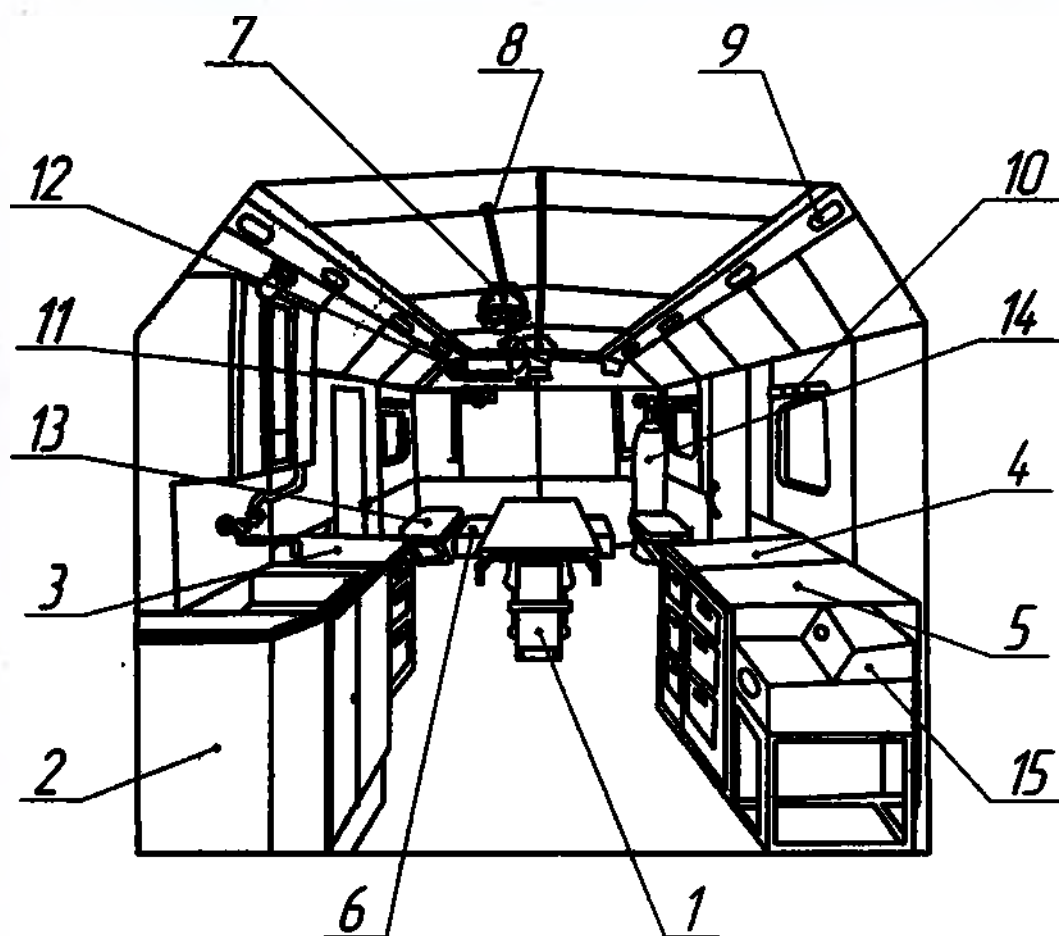

Рисунок 2 - Размещение оборудование внутри кузова-фургона
4.2 Перевязочная размещается в кузове-фургоне К4310 (Техническое описание и инструкцию по эксплуатации К 4310.00.000 ТО; Руководство по эксплуатации 4320-3902035 РЭ) на шасси автомобиля КАМАЗ 43114 и обслуживающих его систем (отопления, вентиляции и очистки воздуха, внутреннего освещения), а также специального оборудования и систем, размещенных в кузове-фургоне перевязочного стола, укладочных шкафчиков со столешницами, систем водоснабжения и электрооборудования (рис.2).